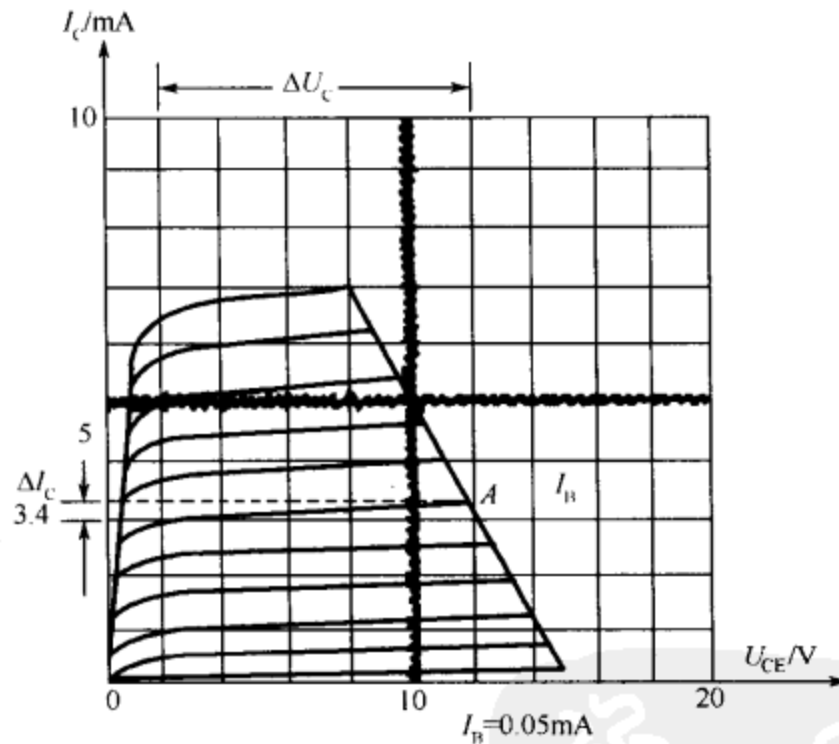

图 5-12 输出特性曲线簇
(1)输出特性曲线簇的测定。将测试选择旋钮置晶体管 A 挡或 B 挡;接地选择旋钮置于“发射极接地”;晶体管插入选择插孔的相应“极性”的引脚中;X 轴作用置于“2V/度”;Y 轴作用置于“1mA—V/度”;阶梯作用选择开关置于“重复”;阶梯选择旋钮置于“0.01mA/级”;基极阶梯信号的极性选择旋钮置于“+”;集电极扫描信号的极性选择旋钮置于“+”;级/簇调节旋钮置于“10 级”;级/s 选择开关置于“200”;峰值电压调节旋钮置于“0V~20V”;功耗限制电阻选择旋钮置于“1k Ω ”。然后逐渐增加峰值 $U_{CE}=12.5V$ 时,其输出特性曲线簇如图 5-12 所示。